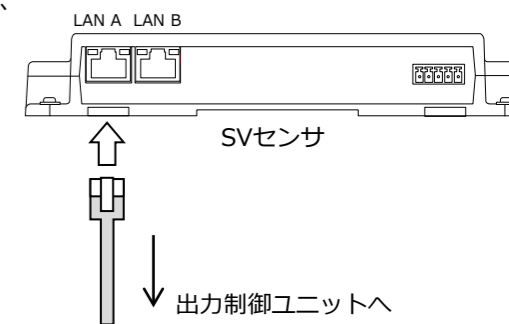

図3 モバイルパックのSVセンサへのLANケーブルの接続
- (1) モバイルパックのプラボックスと出力制御ユニットの収納ボックスを繋いでいる配線管に、設置用のLANケーブルを通す。
- (2) モバイルパックのSVセンサ下面のLANポートにLANケーブルを接続する。(図3)